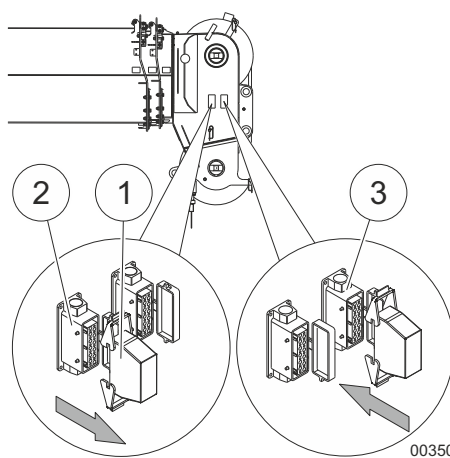

Fig. 150 Conexão do plugue de contorno na cabeça da lança telescópica
- 19 Desconecte o plugue de contorno (1) na Fig. 150 da bucha esquerda (2) na Fig. 150 na cabeça da lança telescópica e conecte-o à bucha direita (3) na Fig. 150.